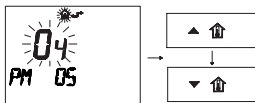

Fig. 2.19
- 4 Изменение программированной НАСТРОЙКИ производится при помощи кнопок и затем подождать, пока не начнет мигать запрограммированный номер ( Fig. 2.19).